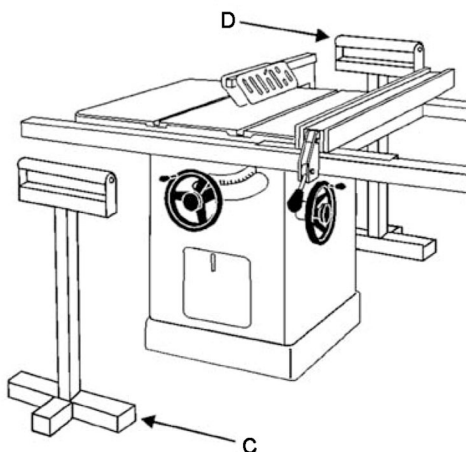

Figura 9-5
Al rasgar tableros largos, use un soporte en la parte delantera de la mesa (C, Figura 9-5), como pedestal rodante, y un soporte de cola en la parte trasera (D).